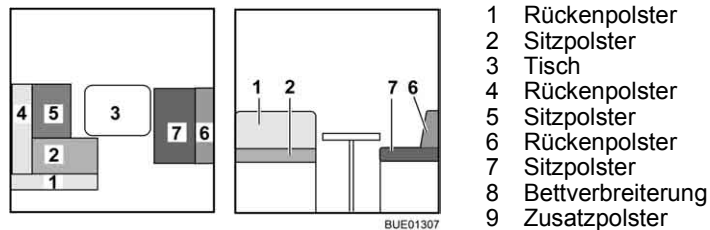

Bild 153 Vor dem Umbau
- Tisch (Bild 153,3) zum Bettunterbau umbauen (siehe Abschnitt 6.11).
- Das Rückenpolster (Bild 153,1) abnehmen und beiseite legen.